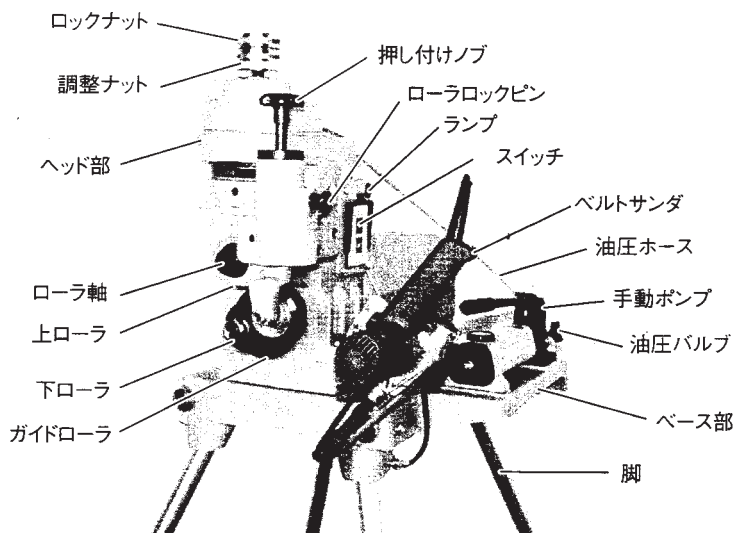

図 1
- ⑱ 使用しない場合は、きちんと保管してください。**
- ⑲ 機械の分解・修理は、専門店に依頼してください。**
- ① パイプに合ったローラを使用してください。(図1、図5参照)